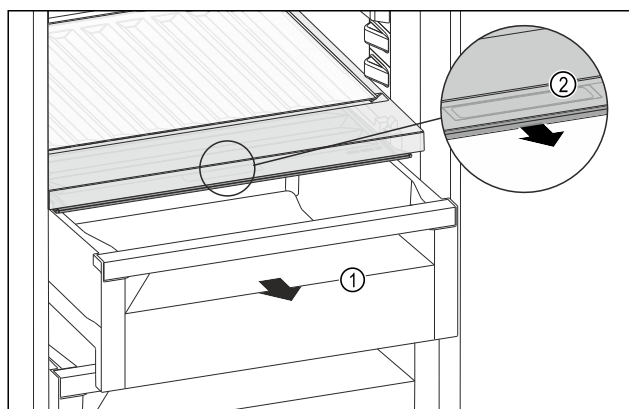

Fig. 240
- Estrarre il cassetto Fig. 240 (1).
- Afferrare la maniglia incassata Fig. 240 (2) sul coperchio dello scomparto e tirare allo stesso tempo in avanti il coperchio dello scomparto.